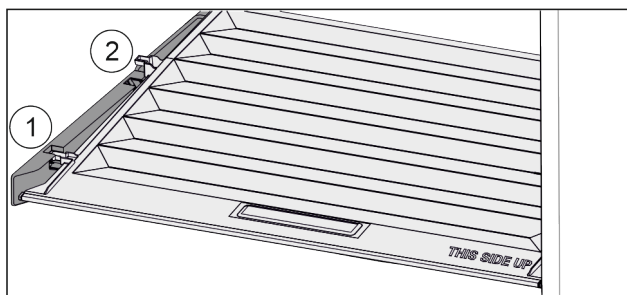

Fig. 88
- ▶ 将盖子向前拉 Fig. 88 (1)至定位件开口。
▶ 从下方抬起后端并向上将其移出 Fig. 88 (2)。